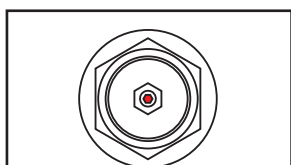

Figura 2 - Memoria
4) terminata la regolazione di tutti i circuiti del collettore, mediante l'uso di una chiave a brugola da 2 mm (vedi figura 2), registrare il sistema di memoria di posizione; a tale scopo girare l'apposita vite in senso orario fino alla battuta.
In caso fosse necessario aprire un circuito/anello oltre il punto memorizzato, rimuovere il fermo mediante l'uso di una chiave a brugola da 2 mm (vedi figura 2) ruotando in senso antiorario; quindi seguire nuovamente le istruzioni descritte ai punti 3 e 4.